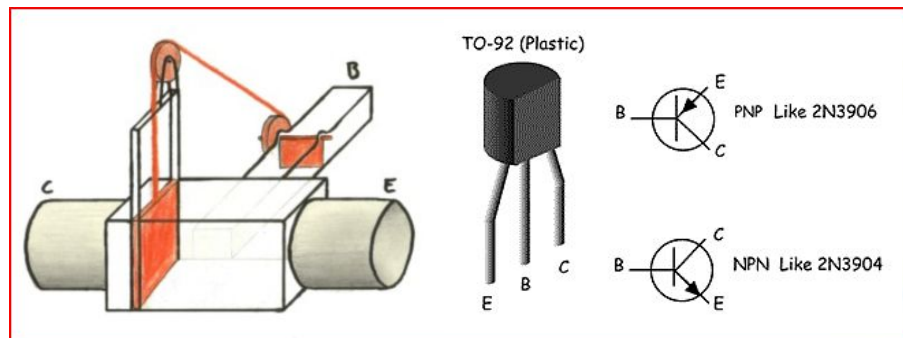

Abb. 8: Wassermmodell eines Transistors (links), sein Schaltsymbol (Mitte) und eine typische Bauform (rechts).
Transistoren bieten die Möglichkeit, mit einem kleinen Basisstrom einen erheblich größeren Kollektorstrom zu steuern. Dies können wir uns leicht durch das links in Abb. 8 gezeigte Wassermmodell vorstellen. Ein kleiner Strom von B nach E öffnet das kleine Tor, wodurch über den Seilzug das Haupttor geöffnet wird, so dass ein großer Strom von C nach E fließen kann. Die Anschlüsse eines Transistors heißen Basis (B), Emmitter (E) und Kollektor (C).